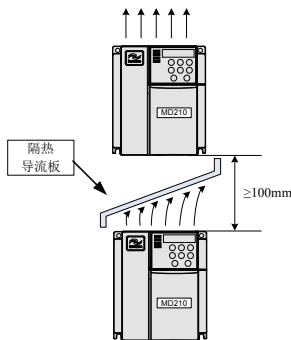

图 3-2 隔热导流板安装示意图
- 2) 请向上垂直安装变频器，便于热量向上散发。若柜内有多台变频器时，请并排安装。在需上下安装的情况，请参考图 3-2，安装隔热导流板。部分没有风扇的机型（如 0.4kW、0.75kW）只能垂直安装。